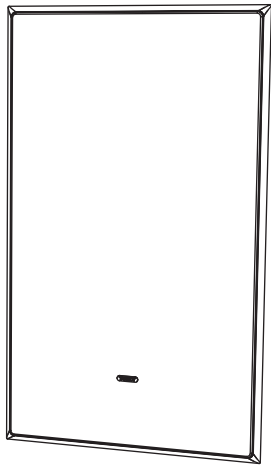

Abb. 5. Gitter installiert
1. Drücken Sie das Gitter in den Rahmen, wo es von Magneten gehalten wird (Abb.5).